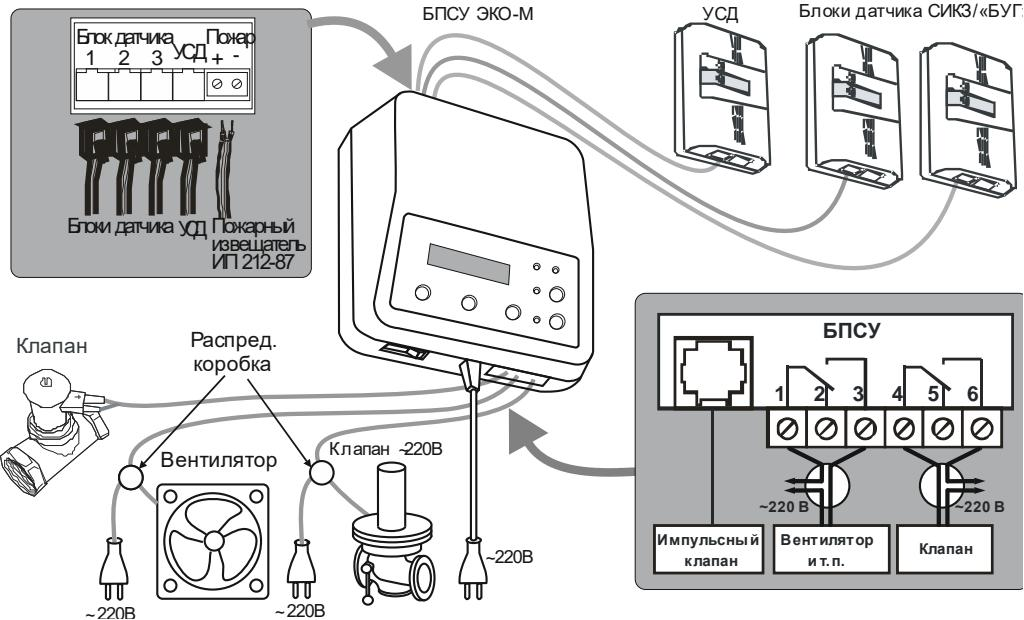

Рисунок 1 – Внешний вид Системы
1.1.2. К БПСУ можно подключить (см. рисунок 1):
На передней панели БПСУ (рисунок 1) расположены:
**ВНИМАНИЕ! Кабель, соединяющий БД с БПСУ, подключать к розетке "УСД" БД** (см. рисунок 1).